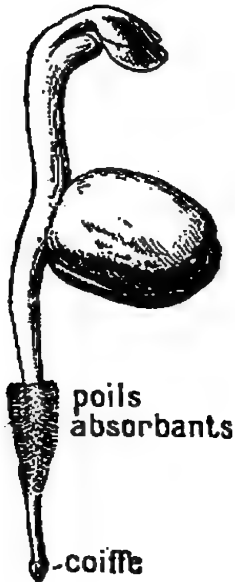

Fig. 243. — Jeune racine.
**2. La racine fixe la plante dans le sol et y puise sa nourriture.** — Lorsqu'on examine une racine, on distingue, près de la pointe, un grand nombre de poils très fins appelés *poils absorbants* (fig. 243). C'est par ces poils que la racine puise l'eau et les matières nutritives contenues dans le sol. Les liquides ainsi introduits dans la racine constituent la *sève brute*. L'extrémité de la racine, la *coiffe*, peut s'enfoncer sans se déchirer.